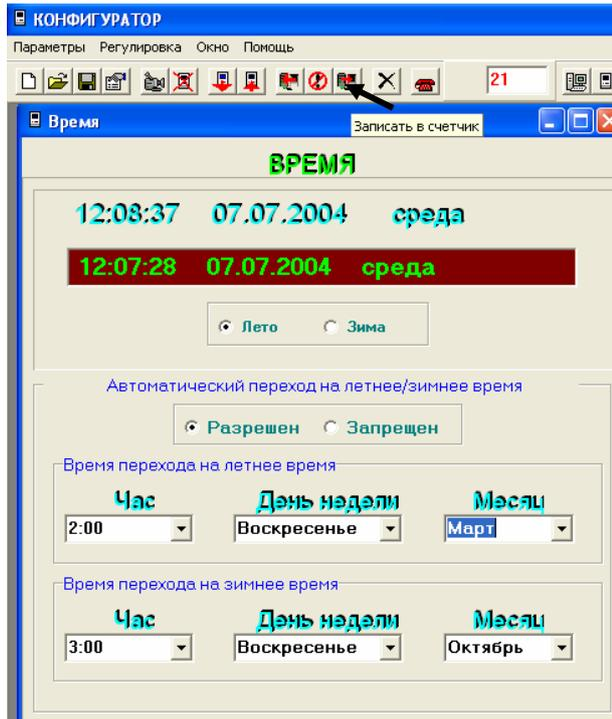

Рис.25
2. запрограммировать счётчик с помощью кнопки «**Записать в счётчик**». При этом на экране монитора появится диалоговое окно «Записать в память прибора» (рис.25, 26);